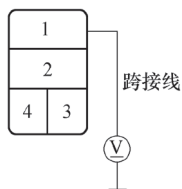
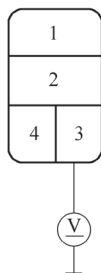

图 5-112 用跨接线连接冷凝器风扇继电器 4P 插座的 1、2 号端子
图 5-113 测量冷凝器风扇继电器 4P 插座的 3 号端子和车身搭铁之间的电压
4) 如图 5-112 所示, 用跨接线把冷凝器风扇继电器 4P 插座的 1 号端子和 2 号端子连起来, 检查冷凝器风扇是否转动。如果不转动, 转到步骤 8); 如果转动, 进行下一步检查。
6) 将点火开关置于 ON (II) 位置。
7) 如图 5-113 所示, 测量冷凝器风扇继电器 4P 插座的 3 号端子和车身搭铁之间的电压, 检查是否为蓄电池电压。如果是, 更换发动机舱盖下熔丝/继电器盒; 如果不是, 维修驾驶人仪表板下熔丝/继电器盒中的 30 号熔丝和冷凝器风扇继电器之间的 BLK/YEL 导线开路故障。
4) 测量冷凝器风扇继电器 4P 插座的 3 号端子和车身搭铁之间的电压 (图 5-113), 检查是否为蓄电池电压。如果不是, 维修驾驶人仪表板下熔丝 / 继电器盒中的 30 号熔丝和冷凝器风扇继电器之间的导线开路故障; 如果是, 进行下一步检查。
4) 用跨接线将冷凝器风扇继电器 4P 插座 1 号端子和 2 号端子连接 (图 5-112)，检查冷凝器风扇是否运转。如果不是，转到步骤 13)；如果是，进行下一步检查。
7) 测量冷凝器风扇继电器 4P 插座的 3 号端子与车身搭铁之间的电压 (图 5-113)，检查是否为蓄电池电压。如果不是，转到步骤 31)；如果是，进行下一步骤。